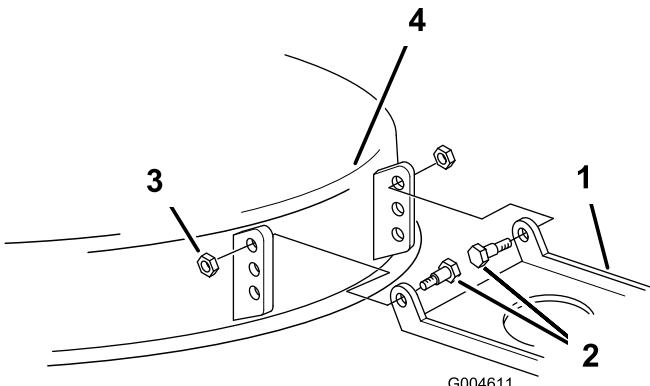

Figura 49
18. Si no es posible lograr una inclinación de la parte delantera de 6 a 16 mm girando la tuerca de ajuste de la inclinación, mueva el soporte de pivote del cortacésped (Figura 49).
19. Retire los pernos y contratuerca del cortacésped (Figura 49)
20. Baje el pivote del cortacésped al taladro inmediatamente inferior y vuelva a colocar los pernos y contratuerca (Figura 49).